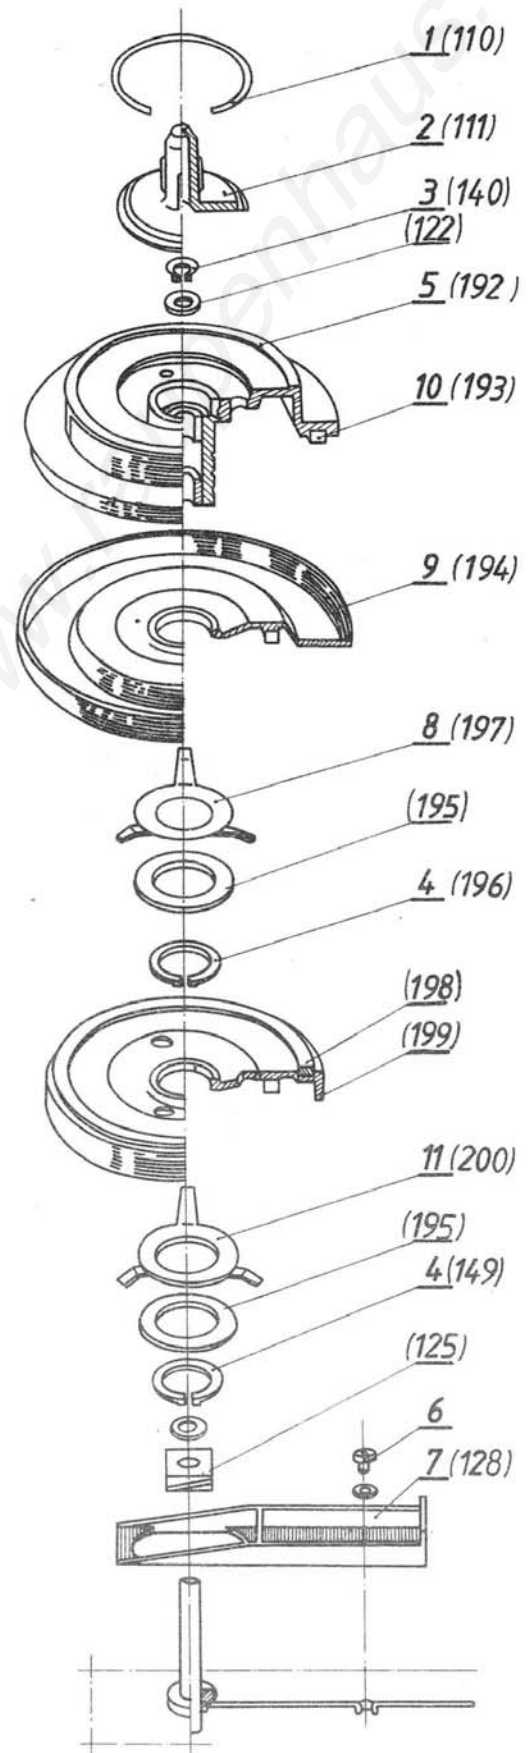

Bild 9
In der Explosivdarstellung im Bild 9 bedeuten die Verweisungsnummern:
Für die weitere Demontage ist eine Spezialzange zum Entfernen der Sicherungsringe (4) notwendig. Beim Zerlegen (und Zusammenbau) die im Bild 9 gezeigte Reihenfolge der Bauelemente beachten.
Bei der linken Kupplung werden die untere Kupplungsscheibe (die im Bild 9 zwischen den Elementen 4 und 11 gezeigte Scheibe), die Kupplungsfeder (11) und der Sicherungsring (4) der Kupplungsfeder nicht montiert.